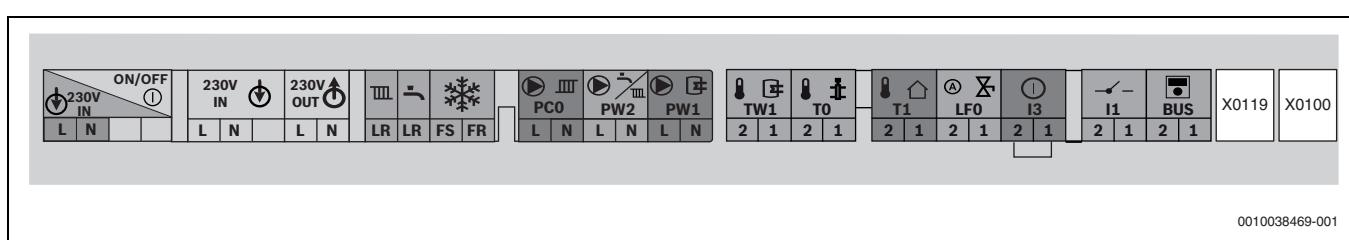

Bild 24 Klemmleiste für externes Zubehör
► Kabel an der Klemmleiste für externes Zubehör (→ Bild 24) anschließen.